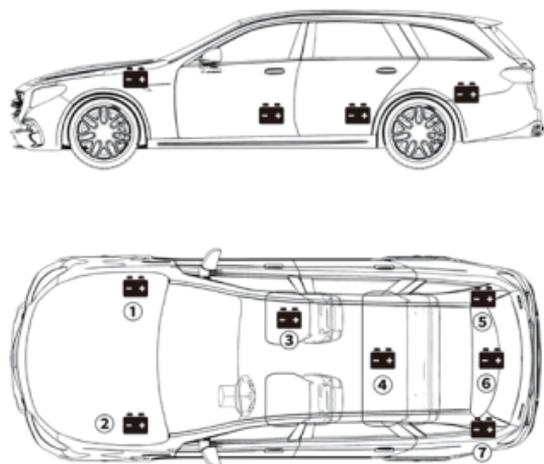

Figure 4.1.1
1. Sur la plupart des modèles, la batterie se trouve dans le compartiment moteur, sous le capot, dans l'un des coins avant. Voir l'emplacement de la batterie ① et ② dans la figure 4.1.1.
2. Pour équilibrer la répartition inégale du poids, certains constructeurs placent le moteur dans le coffre. Voir la position de la batterie ⑤, ⑥ et ⑦ dans la figure 4.1.1. Dans ce cas, la batterie peut avoir un couvercle en plastique qui doit être retiré avant tout test.
3. Pour les autres modèles, la batterie peut se trouver sous le siège arrière. Voir l'emplacement de la batterie ④ dans la figure 4.1.1.
4. Sur certains véhicules, la batterie peut être située sous le siège du passager. Voir l'emplacement de la batterie ③ dans la figure 4.1.1.